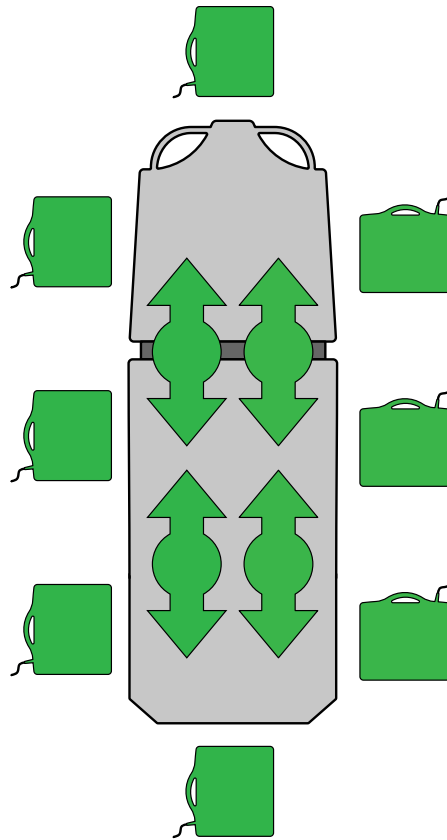

図 21 – X線力セットを挿入または取り外す
- 製品の各側面に備わっている位置インジケータラベルを目安にして、製品の中央に患者を配置します(図21)。